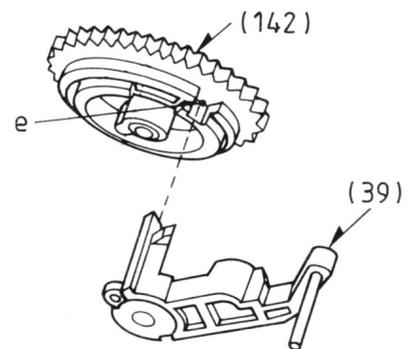

Fig. 47
- 6.3 Pignon à came de chargement (142), pignon intermédiaire (114)
- Insérer le pignon à came de chargement de façon à ce que le levier auxiliaire (39) s'engage dans l'échancrure «e» (Fig.47)